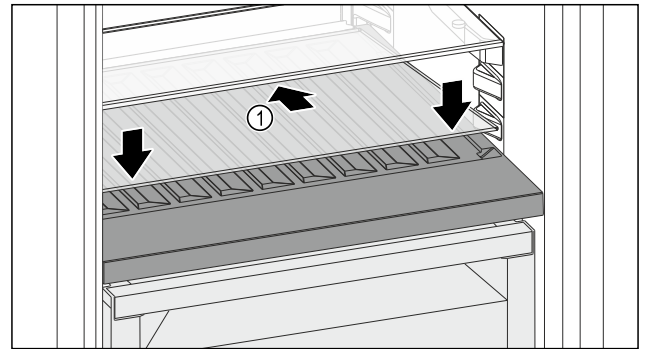

Fig. 159
- Glasplatte Fig. 159 (1) schräg und nach hinten unten geneigt ansetzen.
- Glasplatte Fig. 159 (1) vorne absenken.